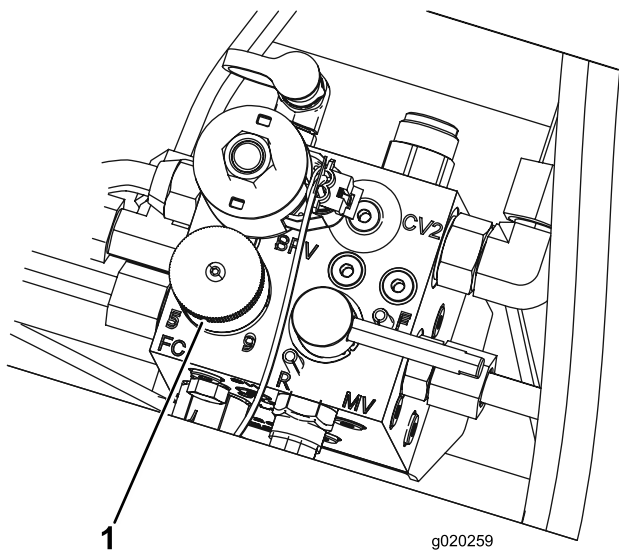

图 37
4. 要设置滚刀的速度请旋转旋钮 图 37 直至指示器箭头与表示所需设置的数字对齐为止。